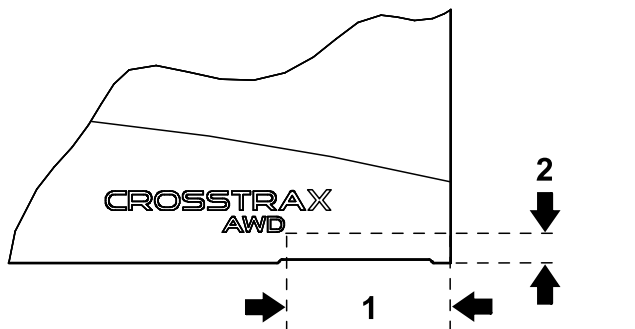

Figura 15
2. Utilizando as dimensões mostradas na Figura 15, cole um autocolante CROSSTRAX no canto traseiro inferior de cada lado da capota.